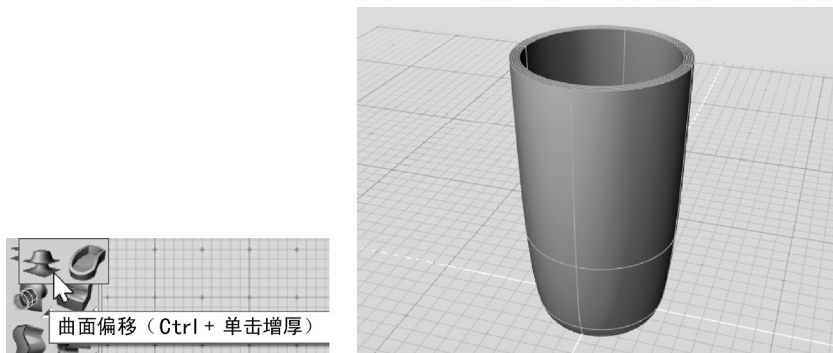

图 7-39 设置曲面增厚（左）以成为实体（右）
3) 按住〈Ctrl〉键并单击“曲面偏移”工具，该操作可直接给杯身 NURBS 曲面以一定厚度。设置偏移距离为 0.5cm，如图 7-39 所示。